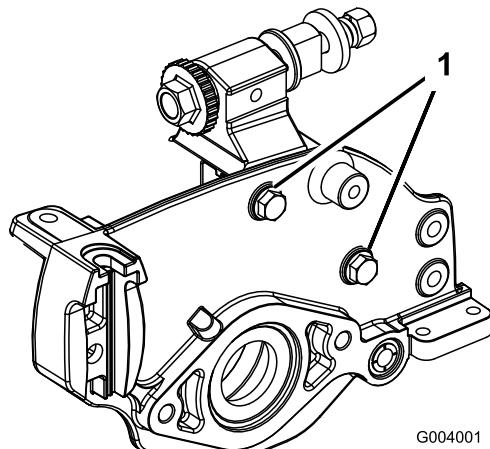

Figure 14
- Retirez les (2) écrous qui fixent chaque support et entretoise du rouleau à chaque bride de fixation de la plaque latérale.
**Remarque:** La position du rouleau arrière par rapport au cylindre est contrôlée par les tolérances d'usinage des composants assemblés et le réglage du parallélisme n'est pas nécessaire. Un réglage limité est possible en plaçant le plateau de coupe sur un plan de travail et en desserrant les vis de fixation de la plaque latérale (Figure 14). Ajustez et serrez de nouveau les vis.